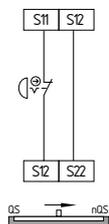

Fig. 12
**Circuito de Paro de Emergencia de un canal con pulsadores según EN ISO 13850 y EN 60947-5-5 (véase fig. 12)**